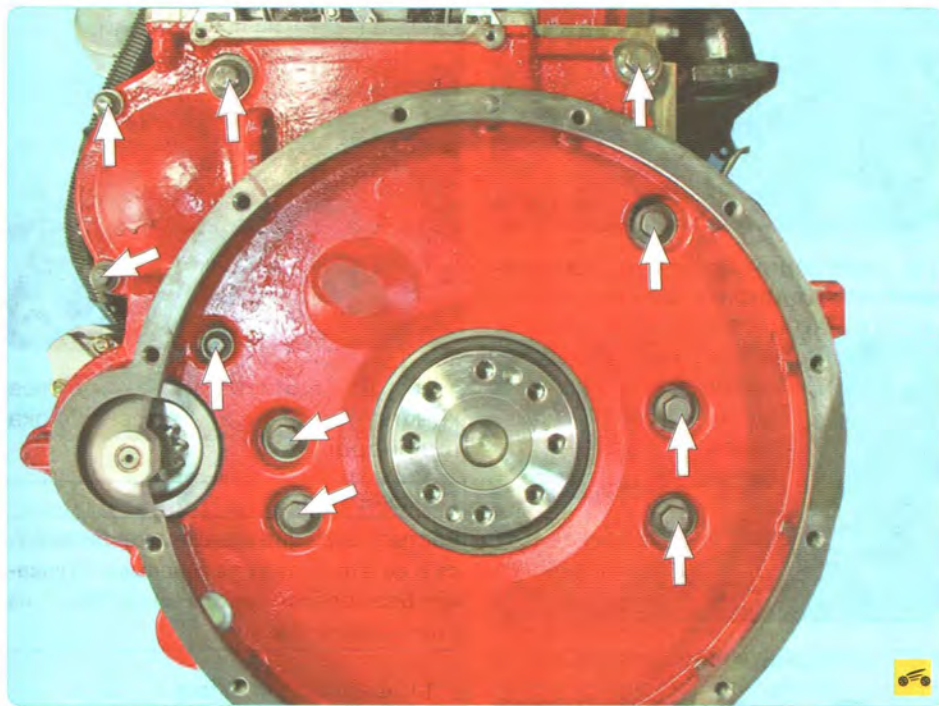

Рис. 5.5. Расположение десяти болтов крепления картера маховика
18. Выверните десять болтов (рис. 5.5) крепления картера маховика к блоку цилиндров.